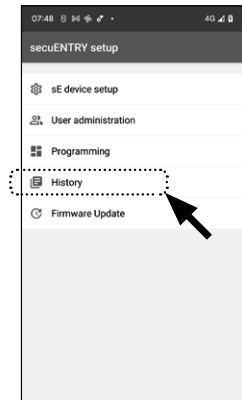

Abb. 126
③ Im Untermenü tippen Sie auf „History“ (Abb. 126).